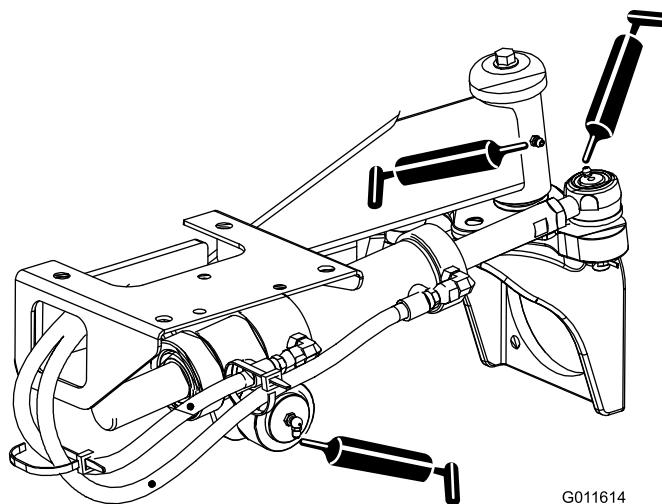

Figura 33
- Rótulas do cilindro de direção (2) e eixo traseiro (1) (Figura 33)